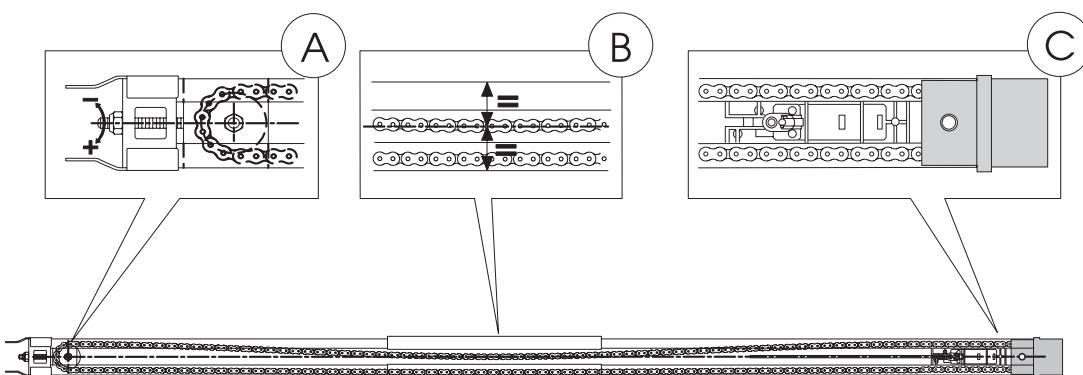

Рис. 8
- Протяните ролик с цепью по всему пути направляющей (Рис.8 выноска А), доведя его почти до края.
- Соедините переднее крепление (рис. 8 выноска Б) с роликом (рис. 8 выноска А).
- Отрегулируйте натяжение цепи регулировочной гайкой (рис.8 выноска В).